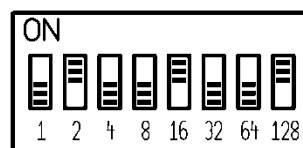

Abb. 2:
Der Dipschalter zum Einstellen der Adresse befindet sich seitlich am JDB8451. Die Adresse wird binär-codiert dargestellt und errechnet sich als Summe der auf ON gestellten Wertigkeiten. Beispiel: Wenn der zweite (2), der fünfte (16) und der achte (128) DIP-Schalter auf ON stehen, dann ist die Bus-Adresse des Gerätes 146 ($2 + 16 + 128 = 146$). Siehe Abb. 2.